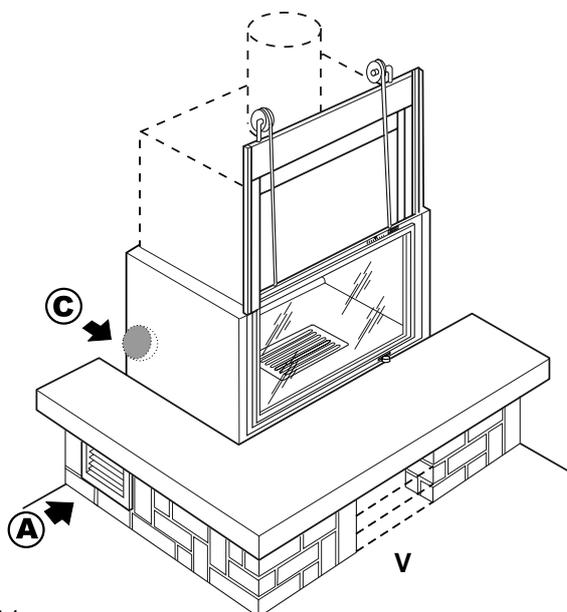
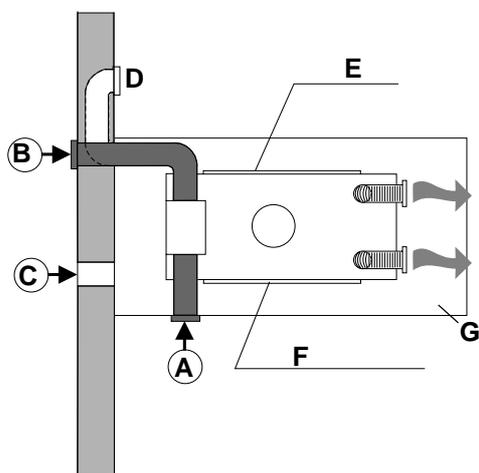

Fig. 5.5.1
Fig. 5.5.4
C → Realizzare la presa aria comburente esterna con Ø 20 cm di sezione utile, sotto il piano fuoco (non è necessario intubare la presa d'aria comburente fino al braciere). L'aria verrà utilizzata sia per la **combustione** che per il **circuito di riscaldamento** (Fig. 5.5.1: **V**-vano portalegna).
A → Per locali di ampiezza superiore a 25 m² si consiglia di realizzare anche una griglia per il ricircolo dell'aria ambiente (**A**) a lato del rivestimento o utilizzare l'eventuale vano porta legna (Fig. 5.5.1).
C → Make the external combustion air intake with a useful diameter of 20 cm, under the fire bed (it is not necessary to run the combustion air intake pipe all the way to the grate). The air will be used both for **combustion** and for the **heating circuit** (Fig. 5.5.1: V-wood compartment).
A → For rooms greater than 25 m² it is advisable to provide a room air recirculation grille (**A**) alongside the cladding or use the wood compartment if there is one (Fig. 5.5.1).
• In Fig. 5.5.4 (**D**-eventuale **B** per casi "tutto ricircolo", **E**-lato portina scorrevole, **F**-lato portina fissa, **G**-rivestimento) sono riportati esempi di collegamento ventilatore per Monoblocco bifacciale. Le caratteristiche e i riferimenti delle prese aria sono uguali a quelli delle figg. 5.5.1, 5.5.2, 5.5.3.
• Fig. 5.5.4 (**D**-may be **B** for "all recycle" cases, **E**-sliding door side, **F**-fixed door side, **G**-cladding) shows fan connection examples for double-faced monobloc. The characteristics and the references of the air intakes are the same as those shown in figs. 5.5.1, 5.5.2, 5.5.3.
(C) → Die der externen Verbrennungsluft mit einem nutzbaren Querschnitt mit 20 cm Durchmesser unter der Feuerstelle (es ist nicht notwendig, ein Rohr von der Öffnung der Verbrennungsluft zum Feuerraum zu benutzen) ausführen. Die Luft wird sowohl für die **Verbrennung** als auch für die **Wärmekreislauf** (Abb. 5.5.1: **V**-Raum zur Holzaufbewahrung) benutzt.
(A) → Für Räume über 25 qm, ist es angezeigt, ein Gitter für die Luftzirkulation des Raumes **(A)** an der Seite der Verkleidung anzubringen oder den eventuellen Raum zur Holzaufbewahrung (Abb. 5.5.1) zu benutzen. Für Anschlüsse über 1 Meter, empfiehlt es sich, den Durchmesser für die Luftöffnung um 20% zu vergrößern.
• In der Abb. 5.5.4 (**D**-eventuell, **B** für "komplette Zirkulation", **E**-Seite Schiebetür, **F**-feste Tür, **G**-Verkleidung) sind Beispiel des Ventilatoranschlusses für zweiseitigen Monoblock angegeben. Die Merkmale und die Luftöffnungen sind die gleichen wie in den Abb. 5.5.1, 5.5.2 und 5.5.3.